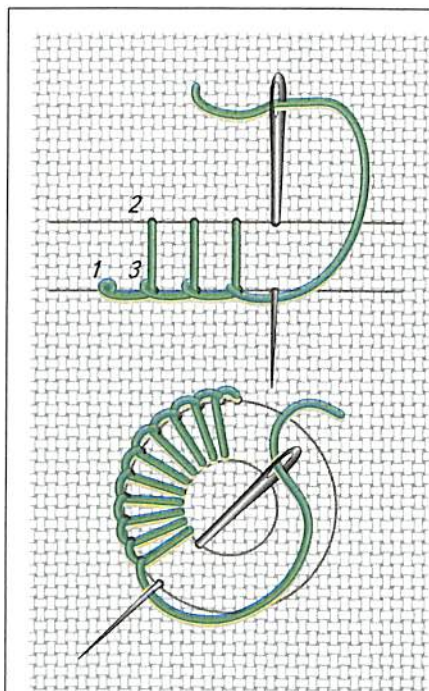

Рис. 88. Петельный шов
*Петельный* шов получается при вышивании петельных стежков со смещением слева направо, закрытый край шва находится внизу. После выполнения закрепки в нижнем левом углу вышивки движением иглы сверху вниз (на себя) делают вертикальный стежок желаемой длины. Иглу вводят в ткань на верхней линии, а выводят на нижней, рабочая нить при этом находится под кончиком иглы. Этого можно добиться, если прижимать нить большим пальцем левой руки. Образованную под кончиком иглы петлю затягивают движением правой руки вниз и на себя (рис. 88).